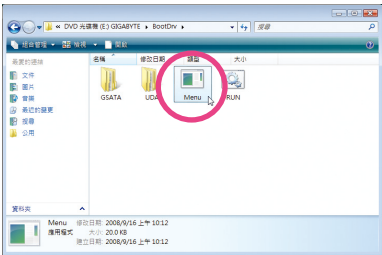
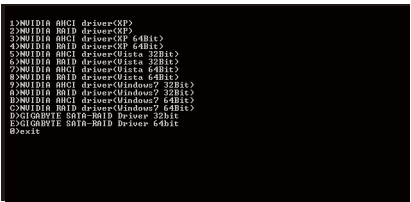

图2
图3
- 2: 进入光盘中「BootDrv」文件夹，双击「Menu.exe」文件(图2)后会出现「命令提示字符」画面，内含如图3的控制器选项。
- 3: 放入空白软盘。依所要安装的系统按下SATA控制器驱动程序代码后再按<Enter>键。以图3的选项为例，若要复制 Windows XP (32-bit) 操作系统的RAID驱动程序请选择「2」NVIDIA RAID driver (XP)」。